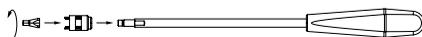

Fig. 8
- Skruva ihop låsskrav-insättningsinstrument med handkraft, se Fig. 8.